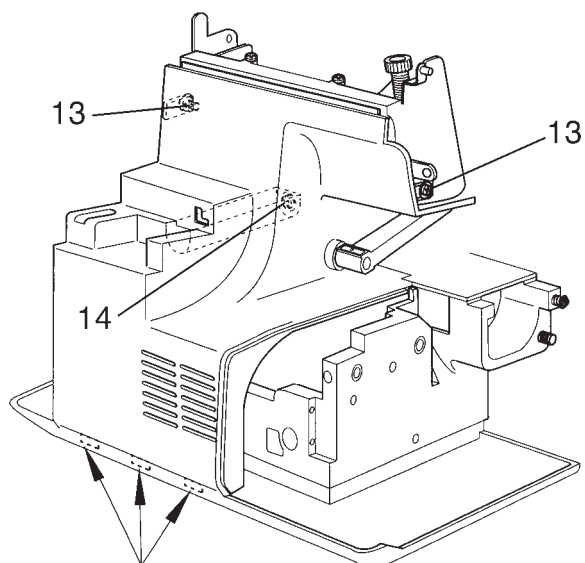

Рис. 12
- Ослабьте оба винта 13 крепления задней панели (рис. 12).